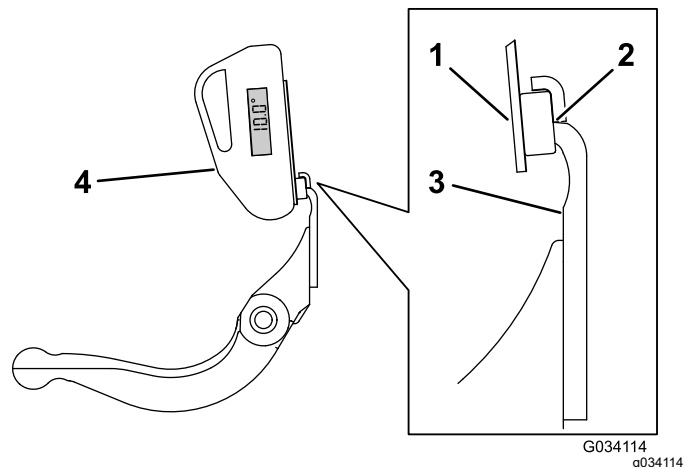

Figura 24
3. Amplasai suportul indicatorului de unghi pe marginea contracuitului, astfel încât marginea magnetului să se îmbine cu marginea contracuitului (Figura 24).
4. Amplasai indicatorul de unghi pe suport, conform indicațiilor din Figura 24.